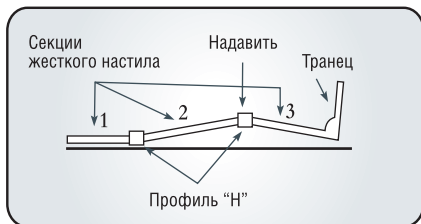

рис. 3
- Установите профиль «Н» между пайолом №2, 3. Надавите на образованный угол до полной установки жесткого настила (рис. 3).